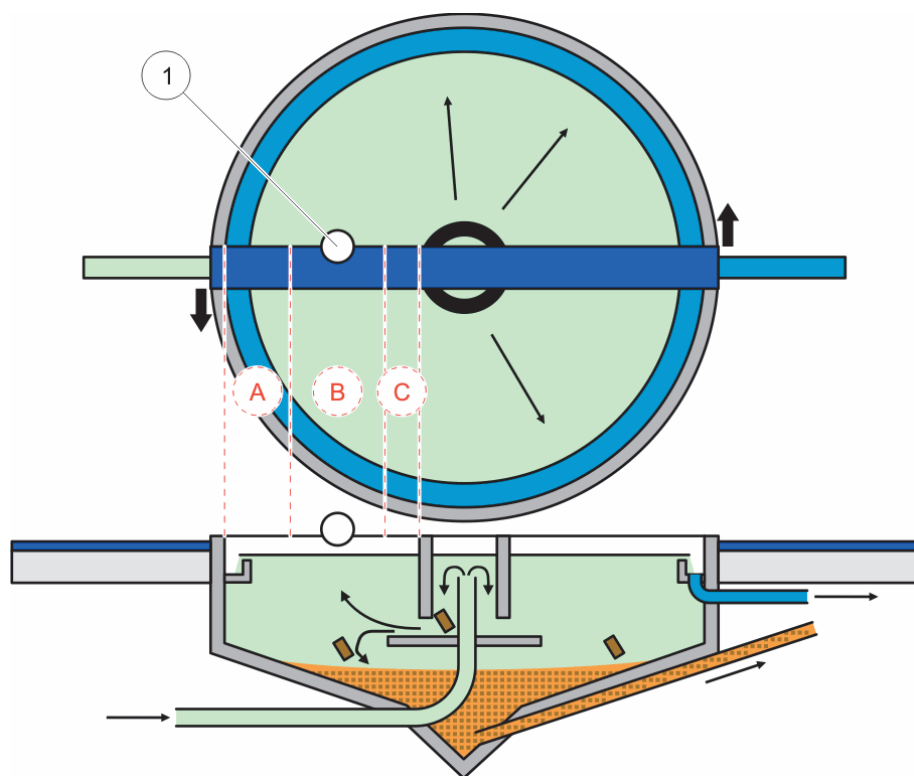
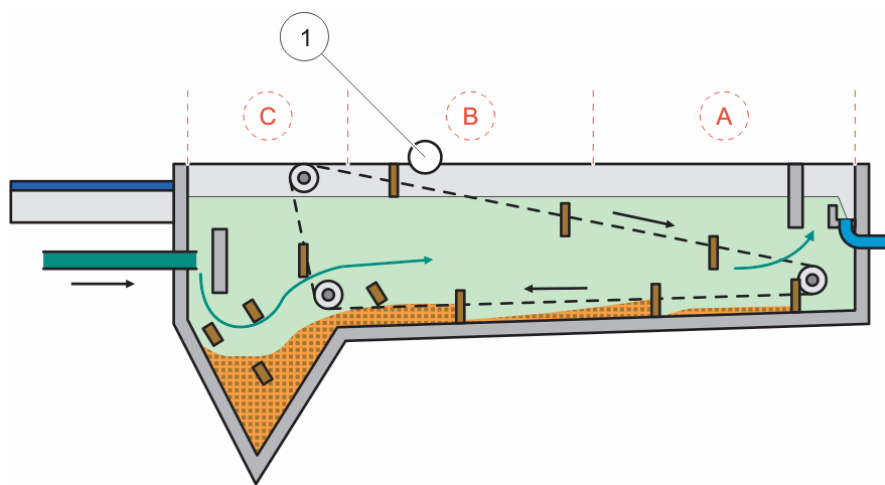

Figura 7 Imagine bazin rotund
Figura 8 Imagine bazin dreptunghiular
Locația de măsurare corespunzătoare este găsită în funcție de tipul de bazin. Imaginile care urmează prezintă exemple tipice pentru un bazin rotund și unul dreptunghiular. Punctul (1) din Figura 7 și Figura 8 reprezintă o locație de măsurare adecvată.
Notă: Notă de instalare: pentru bazine rotunde cu pod raclor rotativ, instalați sonda în direcția de rotire, pe partea posterioară a podului (Figura 7).